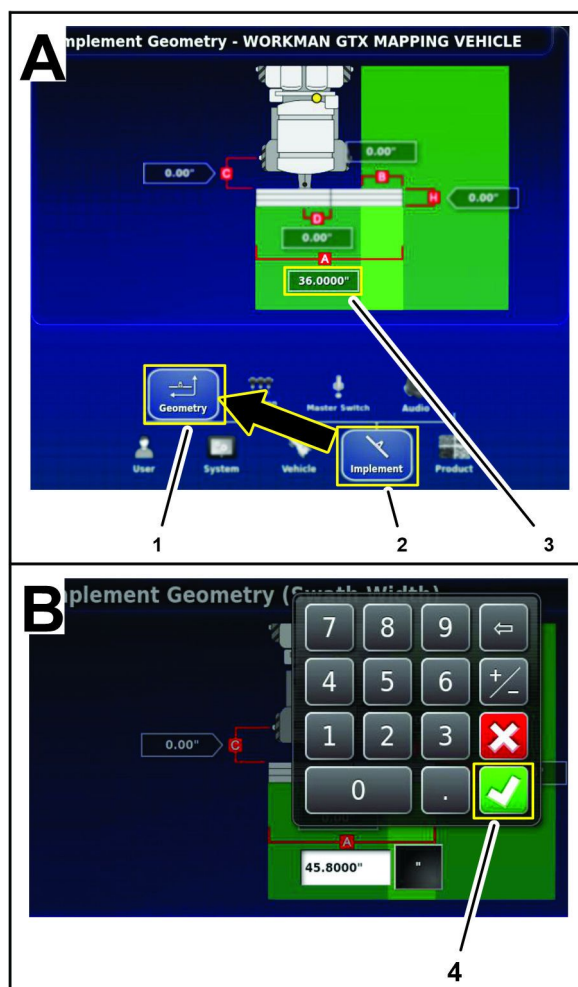

図 195
- インプレメントアイコンを押し、形状アイコンを押す 図 195。
- 全幅アイコン A を押し、画面内キーパッドを使って、インプレメントの寸法測定 (ページ 81) のインプレメント形状用紙にメモした数値を入力して承認アイコンを押す 図 195。